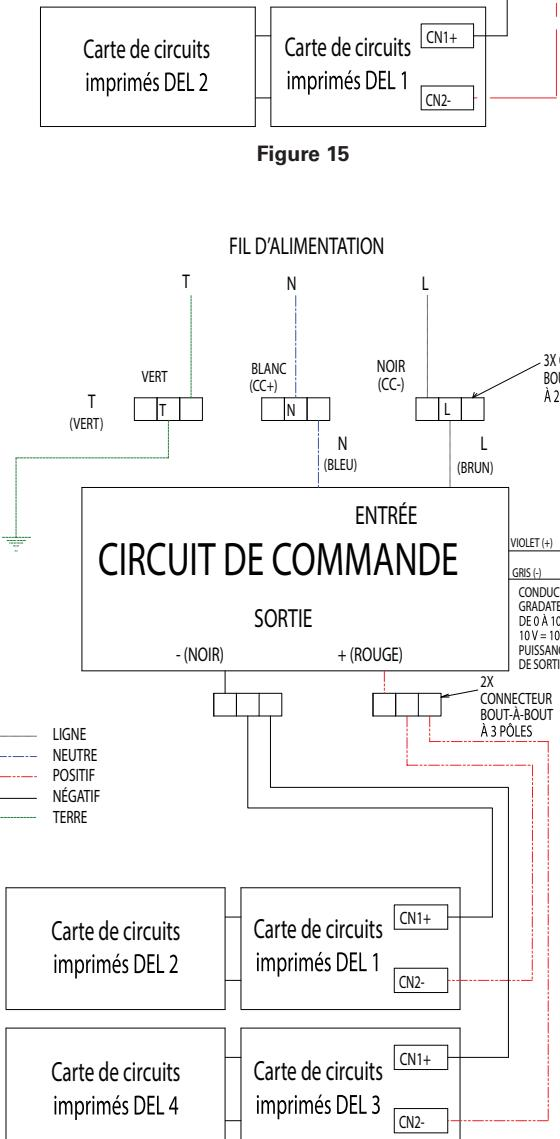

Figure 16
- Pour faciliter le retrait du couvercle, un point d'appui a été placé dans l'un des coins du couvercle. (Voir la figure 16.)